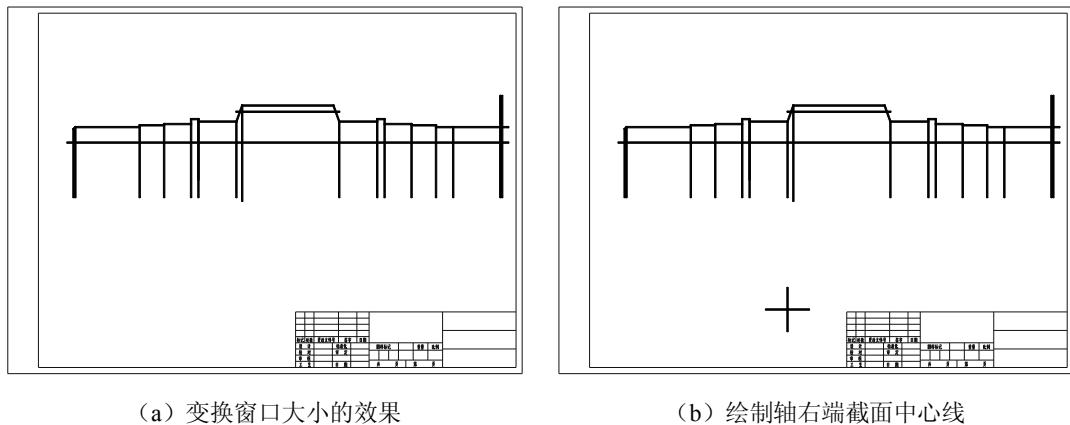

图 11-27 绘制轴右端截面中心线
- (1) 使用范围缩放工具，变换窗口大小，如图 11-27 (a) 所示。
- (2) 正交状态下使用直线工具，绘制轴右端截面中心线。在结果如图 11-27 (b) 所示。